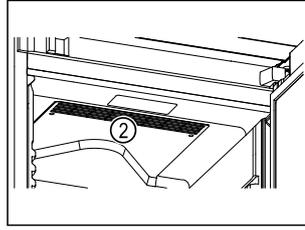

Fig. 66
- Lüftungsschlitze Fig. 66 (2) des Umluftgebläses im Innenraum freihalten.